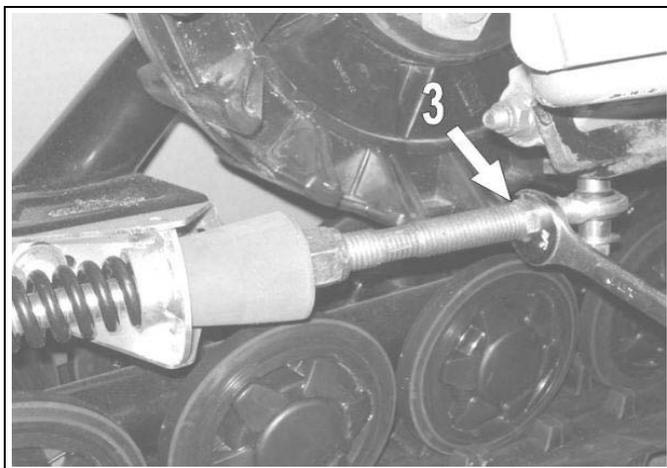

Abbildung 10
HINWEIS: In einigen seltenen Fällen, wenn Überwurfmutter (1) zum Zusammendrücken der Feder durch Einstellungen das Ende der Gewindestange erreicht hat, verlängern Sie die Stange, indem Sie die Gegenmutter lösen (Teil 3 in Abbildung 10) und schrauben Sie die Stange heraus, um max. 19 mm sichtbares Gewinde zu erhalten. Ziehen Sie die Gegenmutter wieder fest.